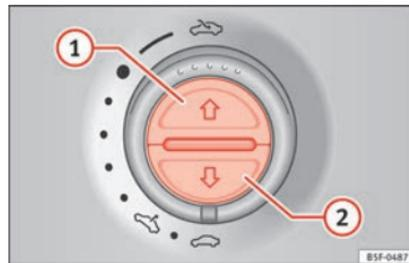

Abb. 137 In der Dachinnenverkleidung: Tasten des Sonnenschutzrollos.
Vollständig öffnen (automatische Funktion)	Taste »» Abb. 137 ① kurz drücken.
grenzung die Taste »  **Abb. 137**  so lange drücken, bis das Sonnenschutzrollo vollständig geschlossen ist.